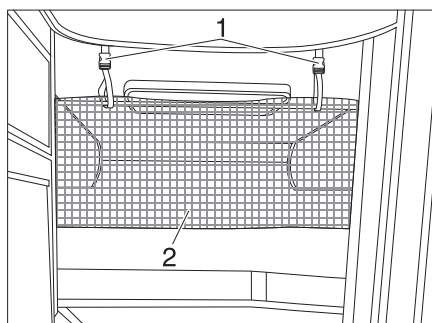

Fig. 156 Filet de sécurité
Le filet de sécurité (Fig. 156,2) de série est rangé entre le matelas et le sommier à lattes. Ne tendre le filet de sécurité qu'une fois que la personne se trouve dans le lit.
- Faire s'enclencher les sangles de retenue (Fig. 156,1) dans les œillets du plafond.